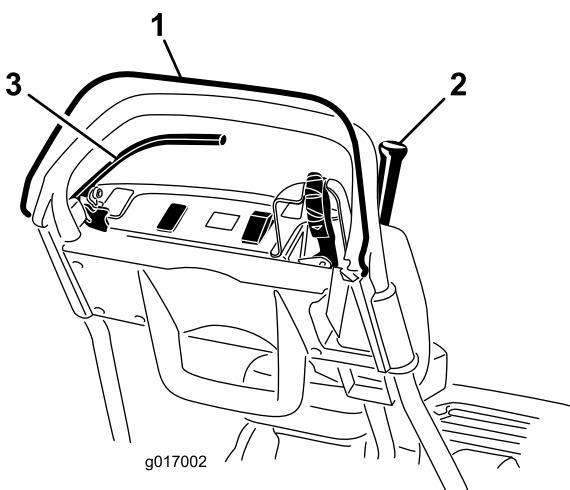

Bild 27
3. Versuchen Sie den Fahrantriebshebel bei gelöster elektronischer Sicherheit zu aktivieren (Bild 27). Der Fahrantriebshebel sollte nicht aktiviert werden. Wenn der Fahrantriebshebel aktiviert werden kann, müssen die Sicherheitsschalter gewartet werden. Beheben Sie den Fehler, bevor Sie den Betrieb aufnehmen. Siehe Warten des Fahrantriebs-Sicherheitsschalters (Seite 31).
4. Lösen Sie die elektronische Sicherheit, wenn die elektronische Sicherheit gedrückt und der Fahrantriebshebel aktiviert ist (Bild 27). Der Fahrantriebshebel sollte deaktiviert werden. Wenn der Fahrantriebshebel nicht deaktiviert wird, müssen die Sicherheitsschalter gewartet werden. Beheben Sie den Fehler, bevor Sie den Betrieb aufnehmen. Siehe Warten des Fahrantriebs-Sicherheitsschalters (Seite 31) oder Einstellen des Fahrantriebs (Seite 34).
5. Aktivieren Sie die elektronische Sicherheit und schieben Sie den Ganghebel nach links; kuppeln Sie dann den Fahrantrieb und den Spindelantrieb ein und lösen Sie die elektronische Sicherheit (Bild 27). Der Fahrantriebshebel sollte deaktiviert werden. Wenn der Fahrantriebshebel nicht deaktiviert wird, müssen die Sicherheitsschalter gewartet werden. Beheben Sie den Fehler, bevor Sie den Betrieb aufnehmen. Siehe Warten des Fahrantriebs-Sicherheitsschalters (Seite 31), Einstellen des Fahrantriebs (Seite 34) oder Einstellen des Spindelantriebs (Seite 35).
6. Aktivieren Sie die elektronische Sicherheit und schieben Sie den Ganghebel nach links, um den Fahr- und Spindelantrieb einzukuppeln; schieben Sie den Ganghebel nach rechts, um den Spindelantrieb auszukuppeln (Bild 27). Der Spindelantrieb sollte ausgekuppelt werden. Wenn der Fahrantriebshebel nicht deaktiviert wird, müssen die Sicherheitsschalter gewartet werden. Beheben Sie den Fehler, bevor Sie den Betrieb aufnehmen. Siehe Einstellen des Spindelantriebs (Seite 35).
2. Aktivieren Sie die elektronische Sicherheit, kuppeln Sie den Fahrantriebshebel ein und stellen Sie die Motorbedienelemente in die Start-Stellung (Bild 27). Versuchen Sie jetzt, den Motor zu starten. Der Motor sollte nicht anspringen. Wenn der Motor startet, muss der Sicherheitsschalter gewartet werden. Beheben Sie den Fehler, bevor Sie den Betrieb aufnehmen. Siehe Warten des Fahrantriebs-Sicherheitsschalters (Seite 31).
2. Kuppeln Sie den Fahrantriebshebel aus, aktivieren Sie die Betriebsbremse und stellen die Motorbedienelemente in die Start-Stellung (Bild 27). Versuchen Sie jetzt, den Motor zu starten. Der Motor sollte anspringen. Wenn der Motor nicht anspringt, muss der Sicherheitsschalter gewartet werden. Beheben Sie den Fehler, bevor Sie den Betrieb aufnehmen. Siehe Warten des Brems-Sicherheitsschalters (Seite 32).
3. Lassen Sie den Motor an, aktivieren die Betriebsbremse (nicht die Feststellbremse), aktivieren Sie die elektronische Sicherheit und kuppeln Sie den Fahrantriebshebel ein (Bild 27). Der Motor sollte gegen die Bremse kämpfen aber nicht abstellen. Wenn der Motor abstellt, muss der Sicherheitsschalter gewartet werden. Beheben Sie den Fehler, bevor Sie den Betrieb aufnehmen. Siehe Warten des Brems-Sicherheitsschalters (Seite 32).
4. Lassen Sie den Motor an, aktivieren den Feststellbremsriegel, aktivieren Sie die elektronische Sicherheit und kuppeln Sie den Fahrantriebshebel ein (Bild 27). Der Motor sollte abstellen. Wenn der Motor nicht abstellt, muss der Sicherheitsschalter gewartet werden. Beheben Sie den Fehler, bevor Sie den Betrieb aufnehmen. Siehe Warten des Brems-Sicherheitsschalters (Seite 32).